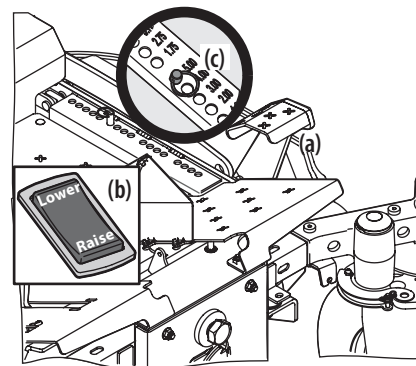

Figure 3-6
1. Utilisez la pédale de relevage du plateau de coupe (a) ou appuyez sur le haut de l'interrupteur de relevage du plateau de coupe (b) pour soulever le plateau de coupe à sa position la plus haute, placez l'axe de chape (c) à la hauteur désirée, ensuite relâchez lentement la pédale de relevage du plateau de coupe (a) ou appuyez lentement sur le bas de l'interrupteur de relevage du plateau de coupe (b). Voir Figure 3-6.